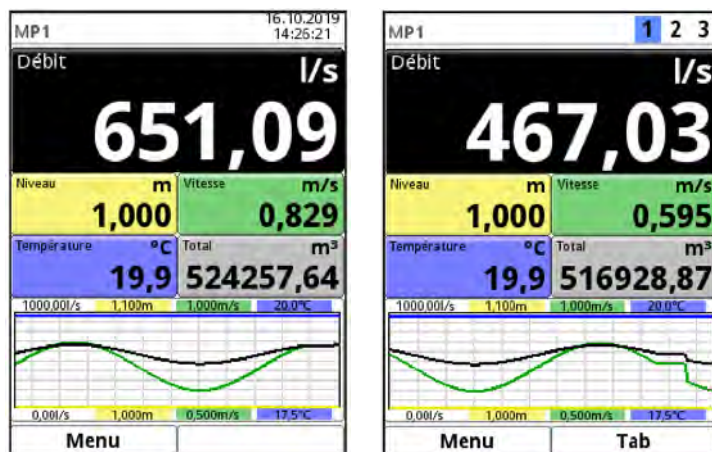

Fig. 31-2 Affichage sélectionné Débit (illustration de droite pour type T4/G4/TM/GM)
- Date (alternativement 1, 2, 3 ; voir Fig. 31-2)
- Heure (alternativement 1, 2, 3 ; voir Fig. 31-2)